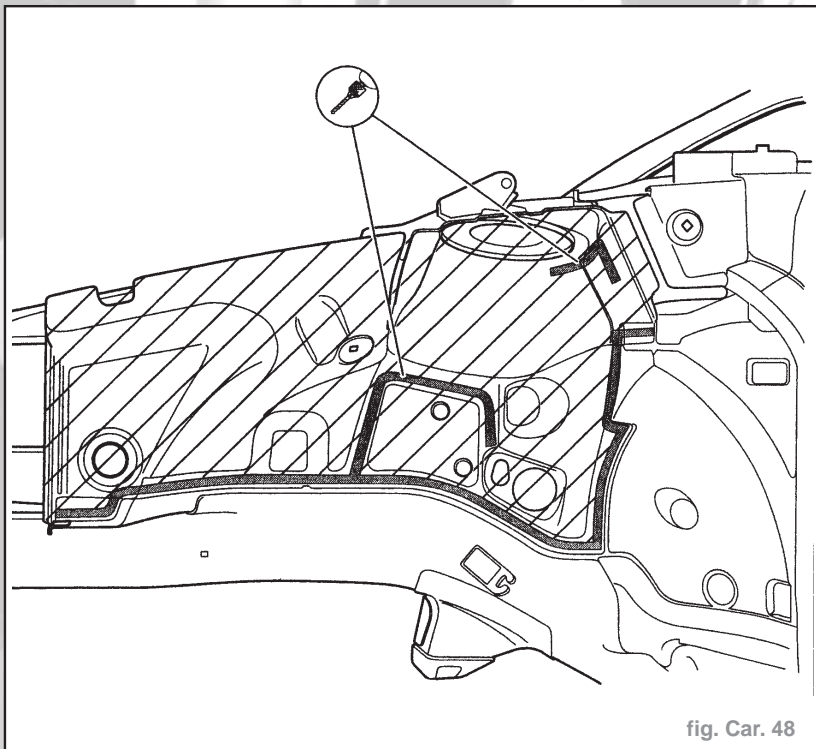

fig. Car. 48
- Dégrafer l'accostage d'origine (fig. Car. 48)